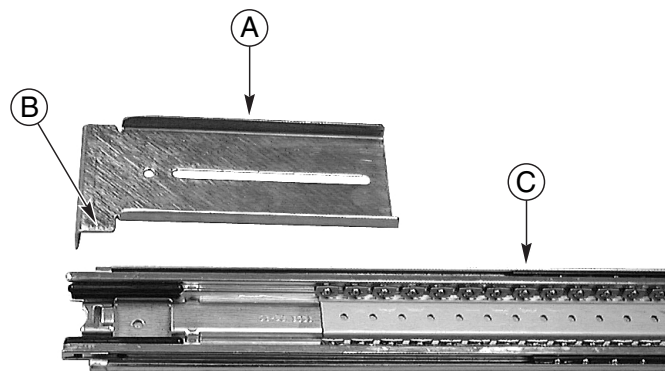

Figura 4 Orientación del soporte FL/RR
La Figura 4 muestra cómo se orienta el soporte FL/RR y cómo se extiende el conjunto de rieles corredizos.
3. Coloque uno de los soportes con rótulos FL/RR en la parte exterior del miembro exterior. La lengüeta inferior del soporte debe orientarse correctamente. La letra B de la Figura 4 muestra la orientación correcta del soporte.